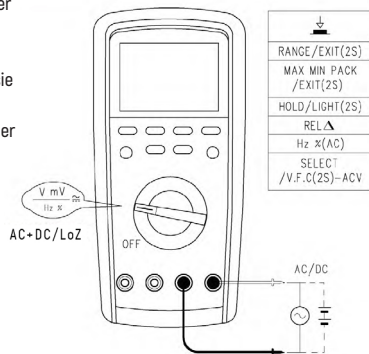

Abbildung 3
**IX. Beschreibung des Messbetriebs (siehe Abbildung 3)**